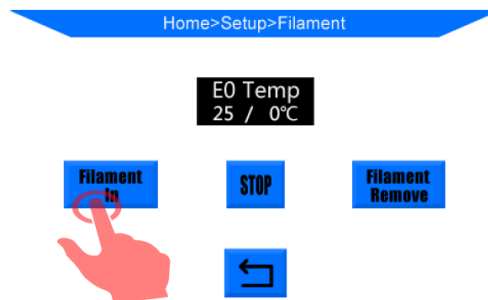

Abbildung 27
2. Nachdem der Vorwärmvorgang abgeschlossen ist, klicken Sie bitte auf Startbildschirm "Tools" → "Filament" → "Filament in" (**Abb. 27**). Der Extrudermotor beginnt, das Filament in den Druckkopf (Hotend) zuzuführen. Bei hoher Temperatur kann überschüssiges Filament aus der Düse auslaufen. Verwenden Sie eine Pinzette, um es vor dem Drucken vorsichtig aus der Düsenspitze zu entfernen.